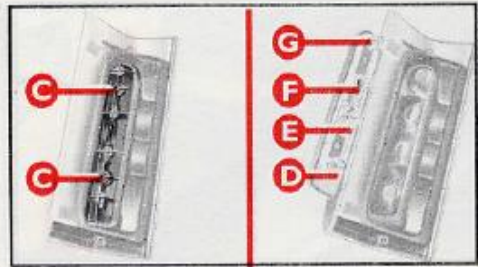

fig. 15
3) afloje los dos tornillos **C**-fig. 15 y saque el grupo de lámparas: